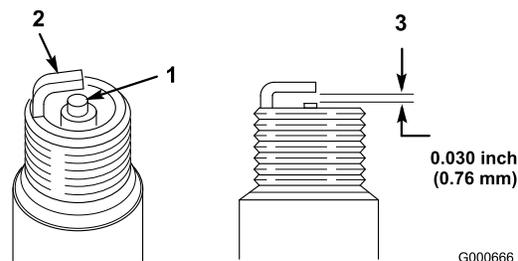

Figure 29
1. Examinez le centre de la bougie (Figure 29). Si le bec de l'isolateur est recouvert d'un léger dépôt gris ou brun, le moteur fonctionne correctement. S'il est recouvert d'un dépôt noir, cela signifie généralement que le filtre à air est encrassé.
2. Contrôlez l'écartement entre les électrodes centrale et latérale (Figure 29) et pliez l'électrode latérale si l'écartement est incorrect.